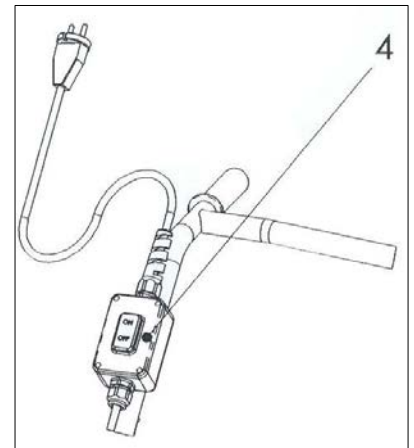

Fig. 1.7-3
- 3º.- Asegurarse que la posición del interruptor de arranque, **Pos. 4** está en posición "OFF". (Véase **Fig. 1.7-3**).